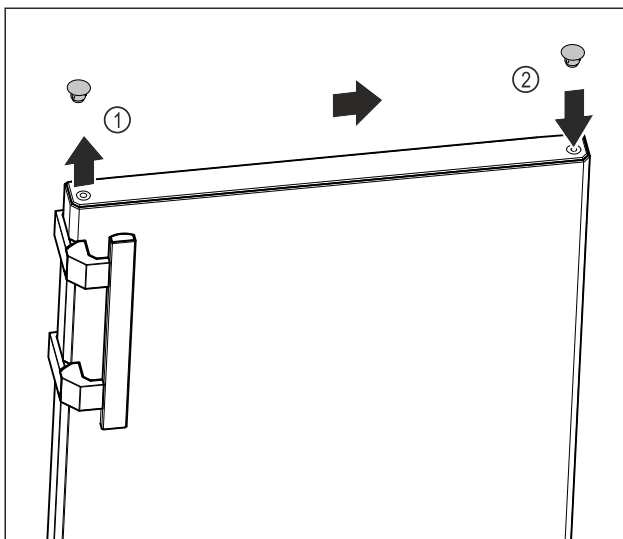

Fig. 14
- ▶ Løft dekselpluggen til dørens overside Fig. 14 (1) forsiktig med skrutrekker.
- ▶ Sett inn dekselpluggen på motsatt side. Fig. 14 (2)